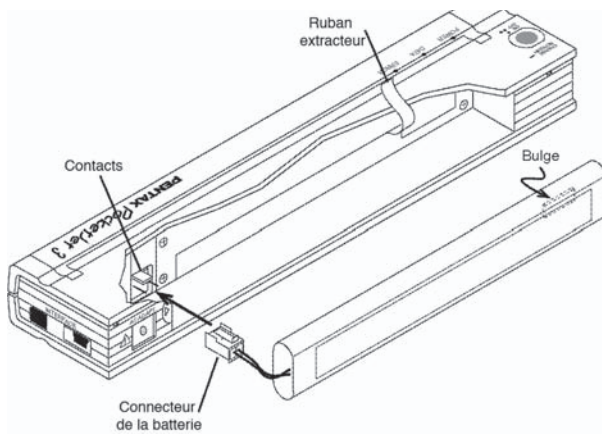

FIGURE 11. Branchement du connecteur sur les contacts de batterie
3. Poussez doucement le connecteur de la batterie dans les contacts à l'intérieur du compartiment. Consultez la Figure 11.
ATTENTION : *Ne forcez pas pour brancher le connecteur sur les contacts de batterie. Si le connecteur ne rentre pas facilement, vérifiez qu'il n'est pas à l'envers. Consultez la Figure 11.*